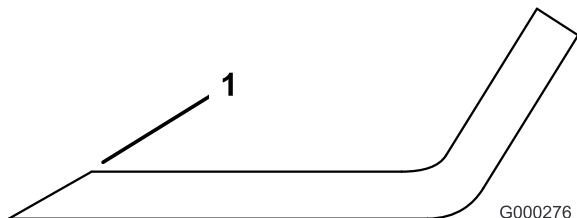

Figure 87
1. Au moyen d'une lime, aiguisiez les tranchants à chaque bout de la lame (Figure 87). Veillez à conserver l'angle de coupe d'origine. Limez la même quantité de métal sur chacun des deux tranchants pour ne pas déséquilibrer la lame.